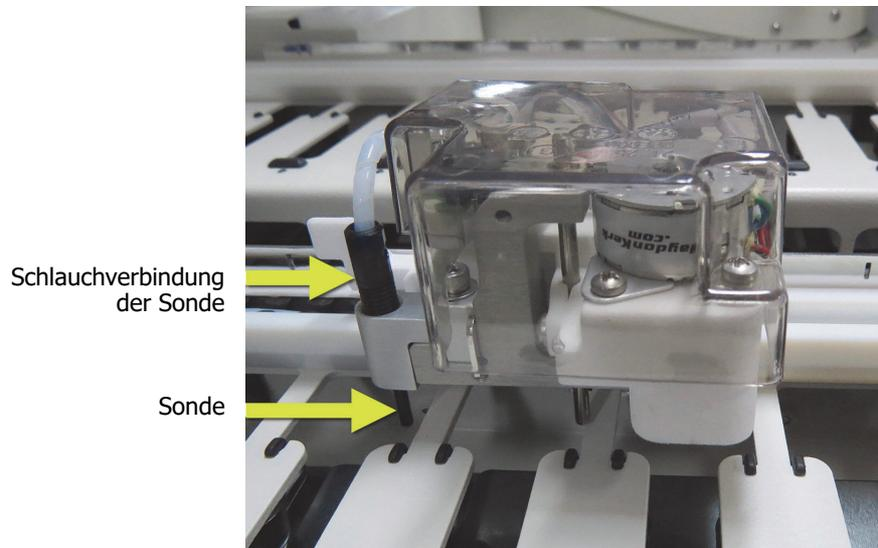

Abbildung 139: Wischen Sie alle drei Sonden der Vorratsflüssigkeitsroboter mit 70%iger Alkohollösung ab (Pfeil zeigt auf Sonde).
6. Schrauben Sie die Schlauchverbindung der Sonde, die Sie austauschen wollen, ab und drücken Sie die Sonde nach oben und aus dem Vorratsflüssigkeitsroboter heraus (siehe **Abbildung 139**).